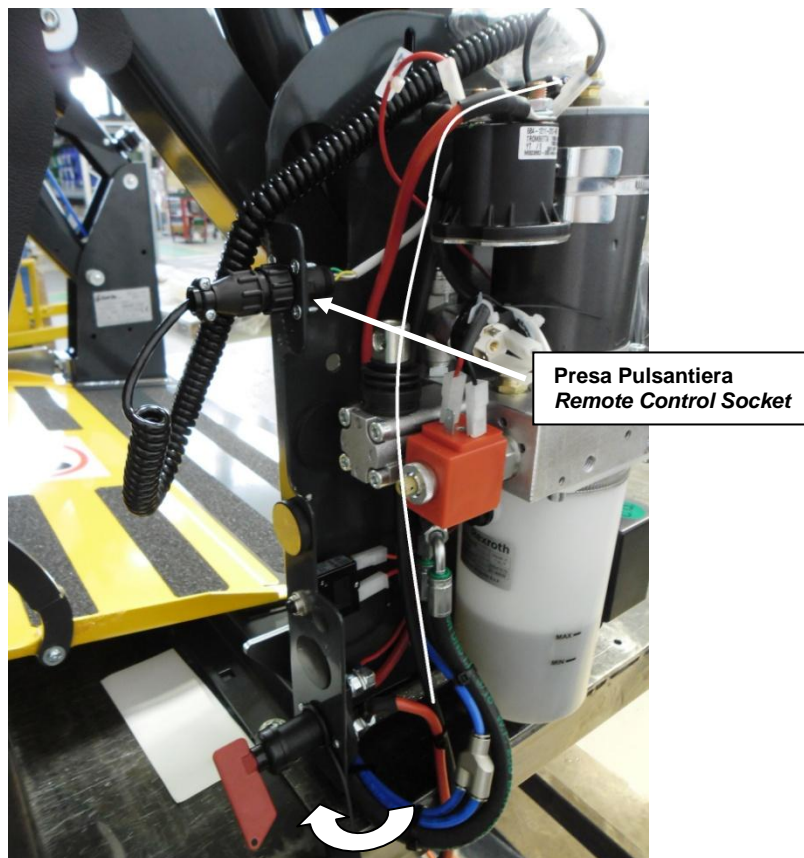

Fig.6
- Inserire la chiave staccabatteria (**Fig. 6**) nel commutatore e girare in senso orario;
- Collegare la pulsantiera alla presa CPC posta al di sopra della chiave staccabatteria (**Fig. 6**)
- Plug the battery isolator spanner (**Fig. 6**) in the switch and rotate it clockwise;
- Connect remote control to the CPC socket fitted above the battery isolator (**Fig. 6**).